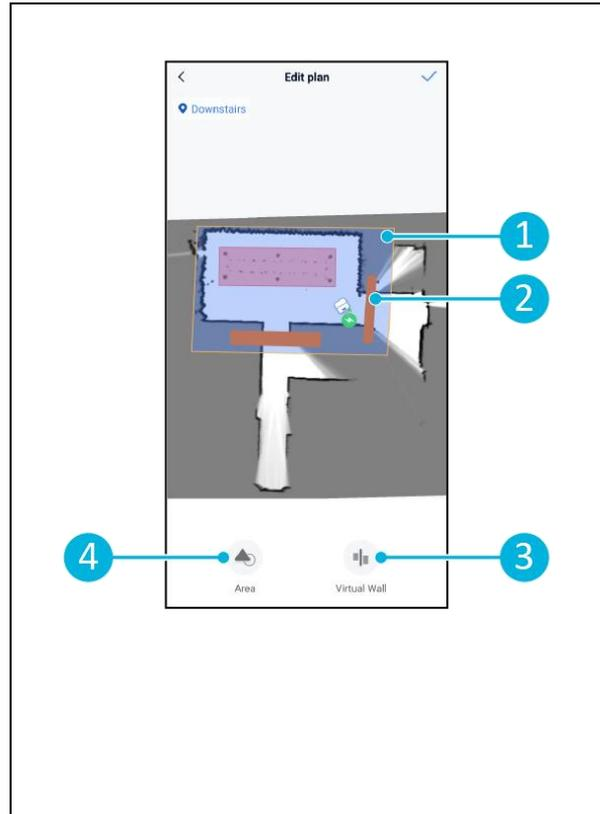

Figure 24
5. Créer la zone (Figure 24, pos.1) et (Figure 24, pos. 4) que la co-botic™ 45 nettoiera.
6. Créer, si nécessaire, un mur virtuel (Figure 24, pos.2) et (Figure 24, pos. 3).
6. Créer, si nécessaire, un mur virtuel (Figure 24, pos.2) et (Figure 24, pos. 3)